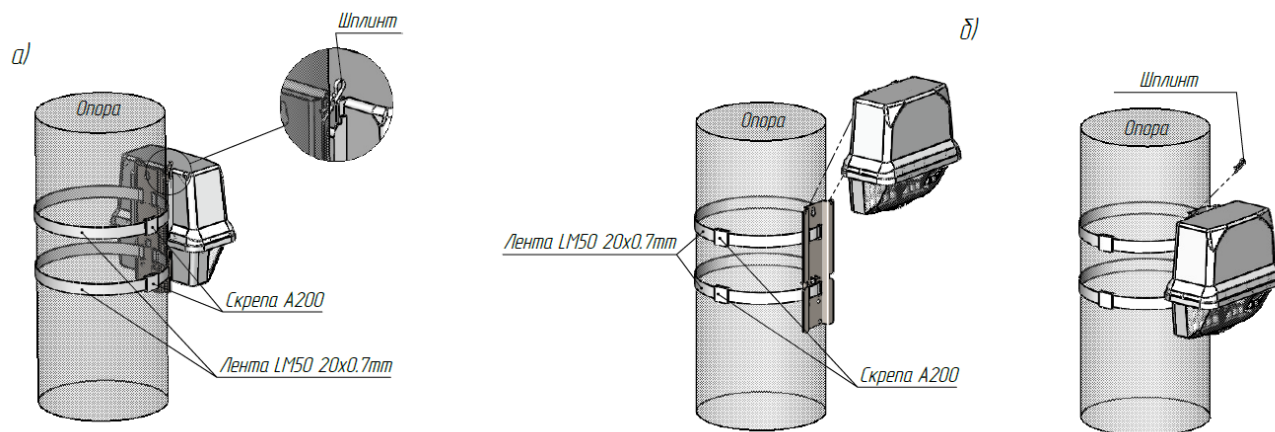

Рисунок 29 – Вариант установки счетчика в корпусе SPLIT на опору ЛЭП (два варианта)
- измерительный блок закрепить лентой из нержавеющей стали через пазы швеллера и обжать скрепой типа А 200 (рисунок 29 вариант а);
- закрепить на опоре швеллер лентой из нержавеющей стали через пазы швеллера и обжать скрепой типа А 200, установить измерительный блок на швеллер и зафиксировать шплинтом (рисунок 29 вариант б).